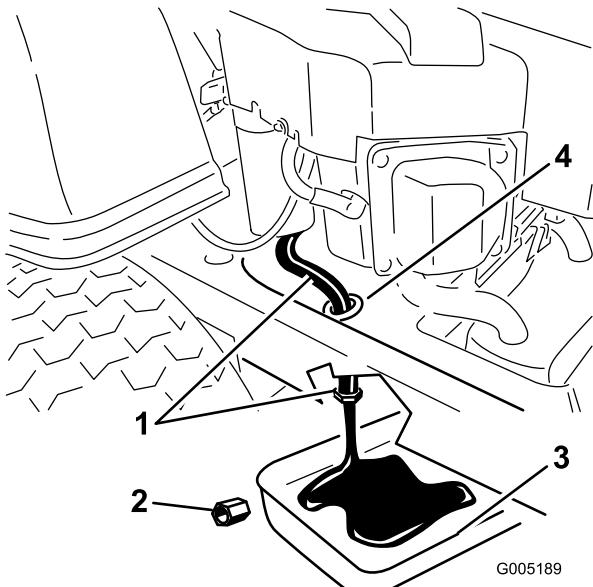

Figure 29
de vidange est fixé à un flexible de vidange acheminé par un orifice de vidange sur le châssis de la machine (Figure 29). Nettoyez autour du bouchon et du flexible de vidange d'huile.
6. Placez un bac de vidange sous la machine, juste sous l'orifice de vidange du châssis, comme illustré à la Figure 29.
7. À l'aide de deux clés (l'une pour tenir le flexible de vidange d'huile et l'autre pour desserrer le bouchon), retirez le bouchon de vidange d'huile (Figure 29).
13. Quand toute l'huile s'est écoulée, replacez le bouchon de vidange. Serrez le bouchon à 14 Nm. Essuyez l'excédent d'huile (Figure 29).